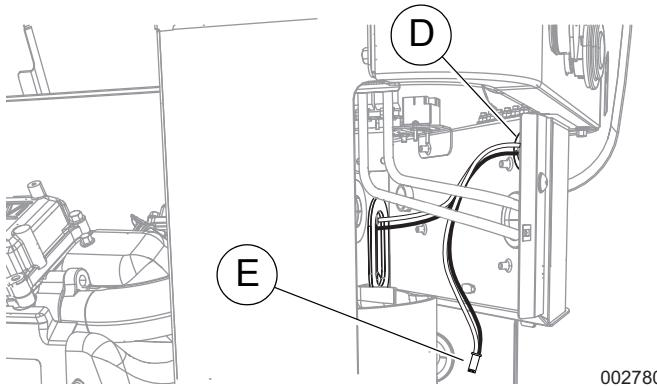

Figure 8. Acheminement des fils au branchement du client (modèles de 11 à 22 kW)
- Voir la **Figure 8**. Faites passer les fils dans l'œillet du panneau de branchements du client (D). Si aucun chauffe-batterie ne sera branché sur la prise non utilisée du faisceau de fils en Y (E), roulez les fils et fixez-les à l'aide d'un fil d'attache en plastique. Fixez tous les fils avec des fils d'attache en plastique à au moins 1 cm (0,5 po) des tuyaux de carburant.